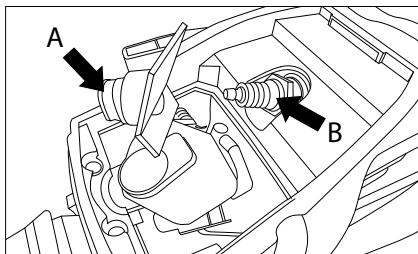

Рис. 25
2. Від'єднайте високовольтний кабель від свічки запалювання (A) (рис. 25).
3. Відкрутіть свічку запалювання (B) за допомогою спеціального ключа для свічок. НЕ використовуйте НІЯКИЙ ІНШИЙ ІНСТРУМЕНТ.